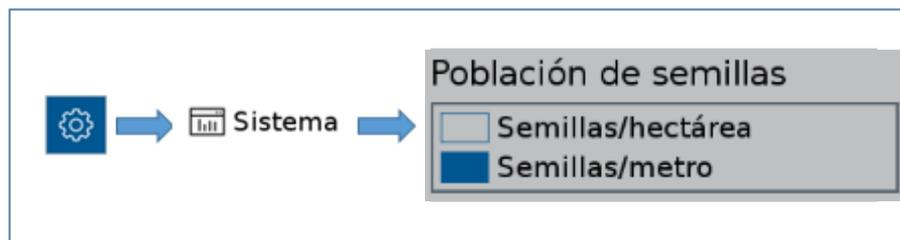

Figura 74- Acceso para ajustar la unidad de medida de siembra
B) El botón para establecer la tasa fija de semilla por hectárea o semilla por metro dependerá de cómo se ajuste en la configuración del sistema, Figura 74.